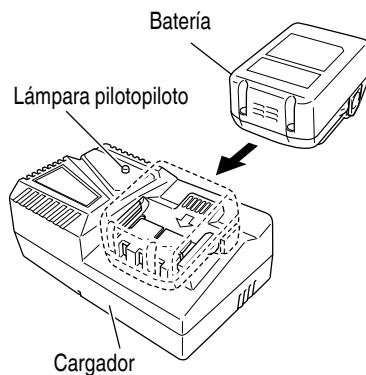

Fig. 5
2. Inserte la batería en el cargador de baterías. Introduzca la batería firmemente en el cargador como se indica en la Fig 5.